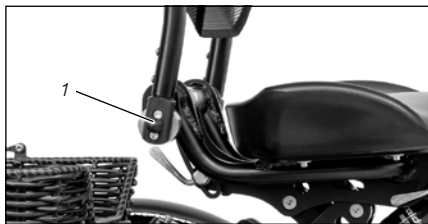

Abb.:16
Ist Ihr Fahrzeug mit der Rastscheibenverstellung (siehe „Abb.:16“) ausgestattet, gehen Sie wie folgt vor:
1. Um die Rückenlehne in eine für Sie optimale bzw. bequeme Sitzposition zu bringen, müssen Sie die Verstellerschraube (links und rechts) (siehe „Abb.:16 (1)“) mit einem passenden Werkzeug lösen.